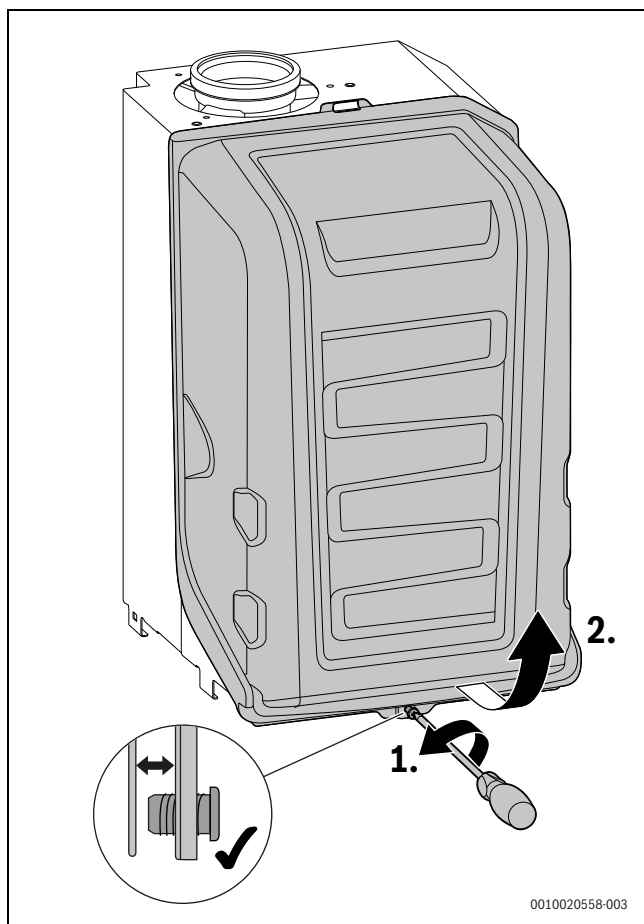

Fig. 107 Retirer le capot du brûleur
- Retirer le capot du brûleur (→ fig. 107, page 63).